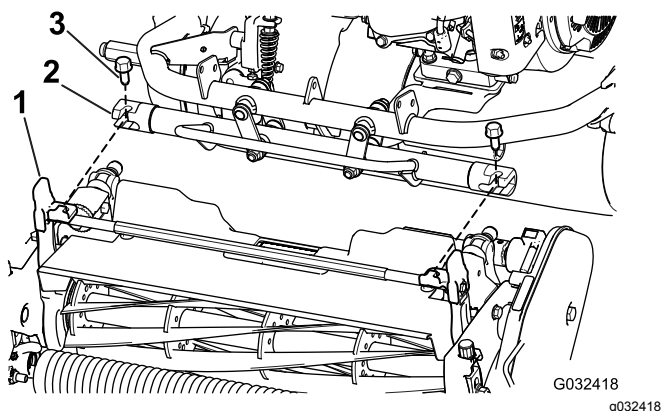

Figura 7
4. Mueva el bastidor de la unidad de tracción (Figura 7) hacia adelante hasta que se acople en los brazos de pivote de la unidad de corte.
5. Sujete el bastidor de la unidad de tracción a los brazos de pivote de la unidad de corte con 2 pernos ( $\frac{3}{8}$ " x  $\frac{3}{4}$ ") (Figura 7).